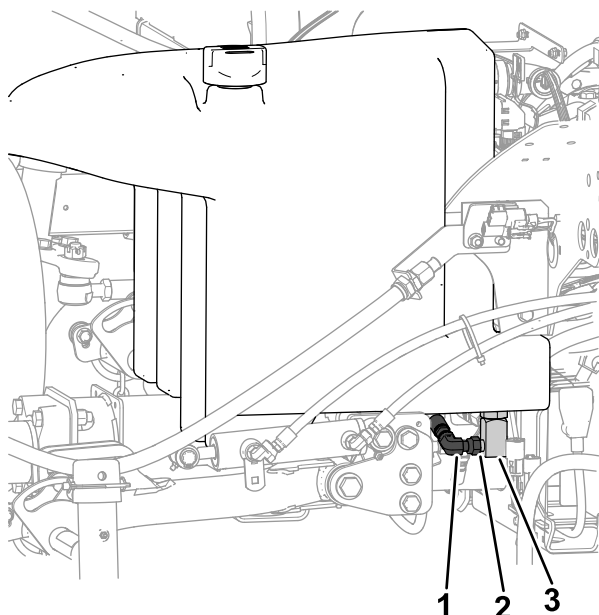

Bild 118
2. Stellen Sie eine große Auffangwanne unter den Verteiler (Bild 118) an der Unterseite des Hydraulikölbehälters, siehe Hydraulikölmenge \(Seite 80\).